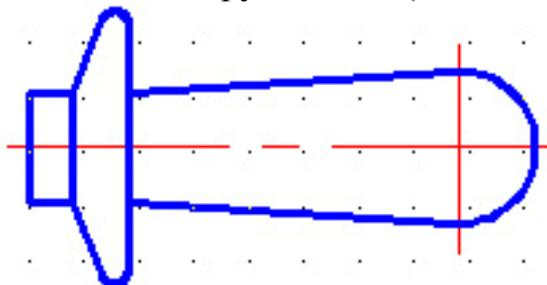

Рис. 44
2. Удалить ненужные части окружностей (команда **Обрезать**) (рис.44).